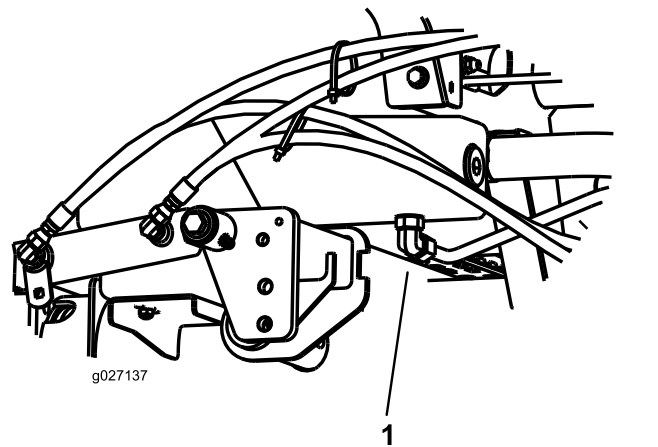

図 73
2. タンク(図 73)の下についているフィッティングの下に、オイルを受ける大型の容器を置く。